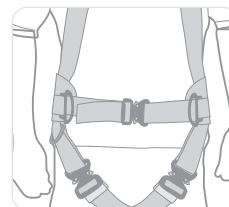

Figure 15
- Si une boucle de ceinture est présente (harnais RH3 uniquement), accrochez-la à l'avant et réglez la sangle en la tirant à travers la boucle comme nécessaire pour obtenir un bon ajustage (voir Figure 15). Il est essentiel de contrôler régulièrement les éléments de fixation et de réglage pendant l'utilisation. La ceinture ventrale est approuvée pour un utilisateur d'un poids allant jusqu'à 150 kg, outils et équipement compris.